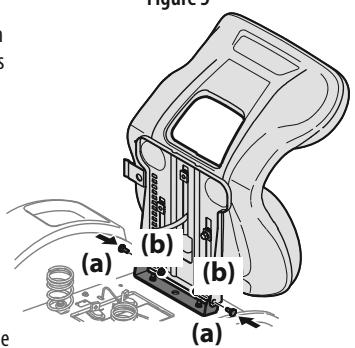

Figure 6
- Fixez un côté du siège au support avec les boulons à épaulement (a) et les écrous autobloquants (b) retirés à l'étape 3. Retenez le siège pendant que vous enlevez le tournevis Phillips et que vous fixez l'autre côté. Prenez garde de ne pas coincer ou endommager le faisceau de fils pendant que vous installez le siège. Voir Figure 6. Serrez le boulon à un couple de 9,5 à 11,6 N m (de 84 à 103 po-lb).